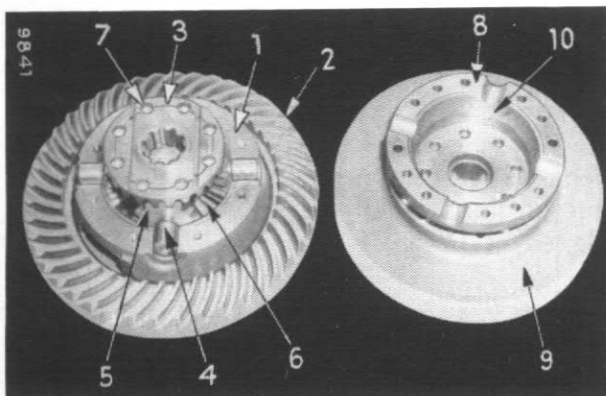

Figure 124
1. Boîtier de différentiel, moitié gauche (1)
2. Couronne d'entraînement (6)
3. Pignon planétaire, côté droit (4)
4. Croisillon de différentiel (3)
5. Satellite (5)
6. Pignon planétaire, côté gauche (4)
8. Boîtier de différentiel, moitié droite (2)
Retirez le pignon planétaire (3, Fig. 124), le croisillon de différentiel (4) avec ses satellites (5) puis le pignon planétaire gauche (6) se trouvant dans le demi-boîtier gauche (1).
Examinez les faces d'appui (10, Fig. 124) et nettoyez-les à la toile émeri, si nécessaire.